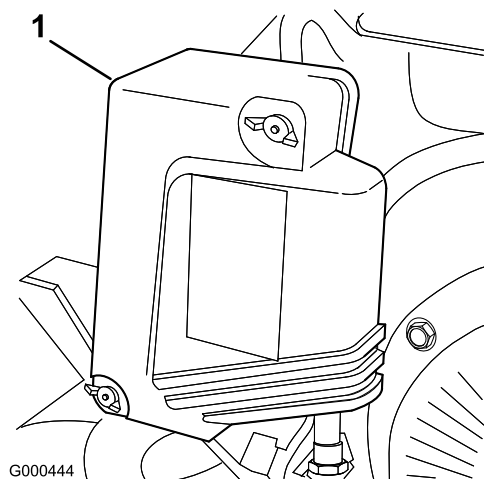

図 24
2. エア・クリーナ・カバーの蝶ナットを取り、カバーを外す。カバーを丁寧に清掃する(図 24)。